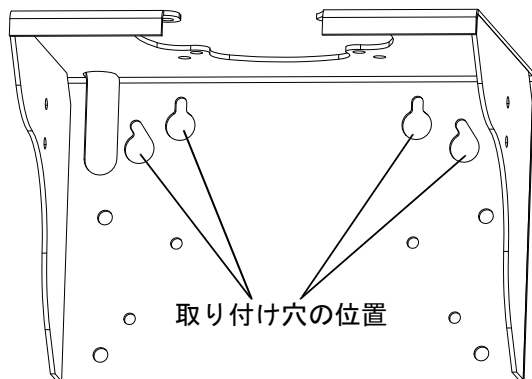

図 27: 壁取り付け穴の位置
- 壁ブラケットをテンプレートとして使用して、壁取り付けが水平であることを確認してください。4つの直径 11 mm (7/16 インチ) の穴を取り付けボルト用にドリルで開けます。取り付け穴ファスナーの位置に関する図 27を参照ください。